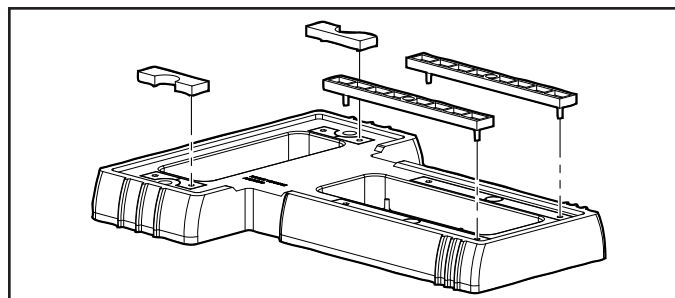

Figure 7. Enclencher les entretoises en place
- Aligner les broches des quatre entretoises avec les trous de la base. Enclencher les entretoises en place (Fig. 7).